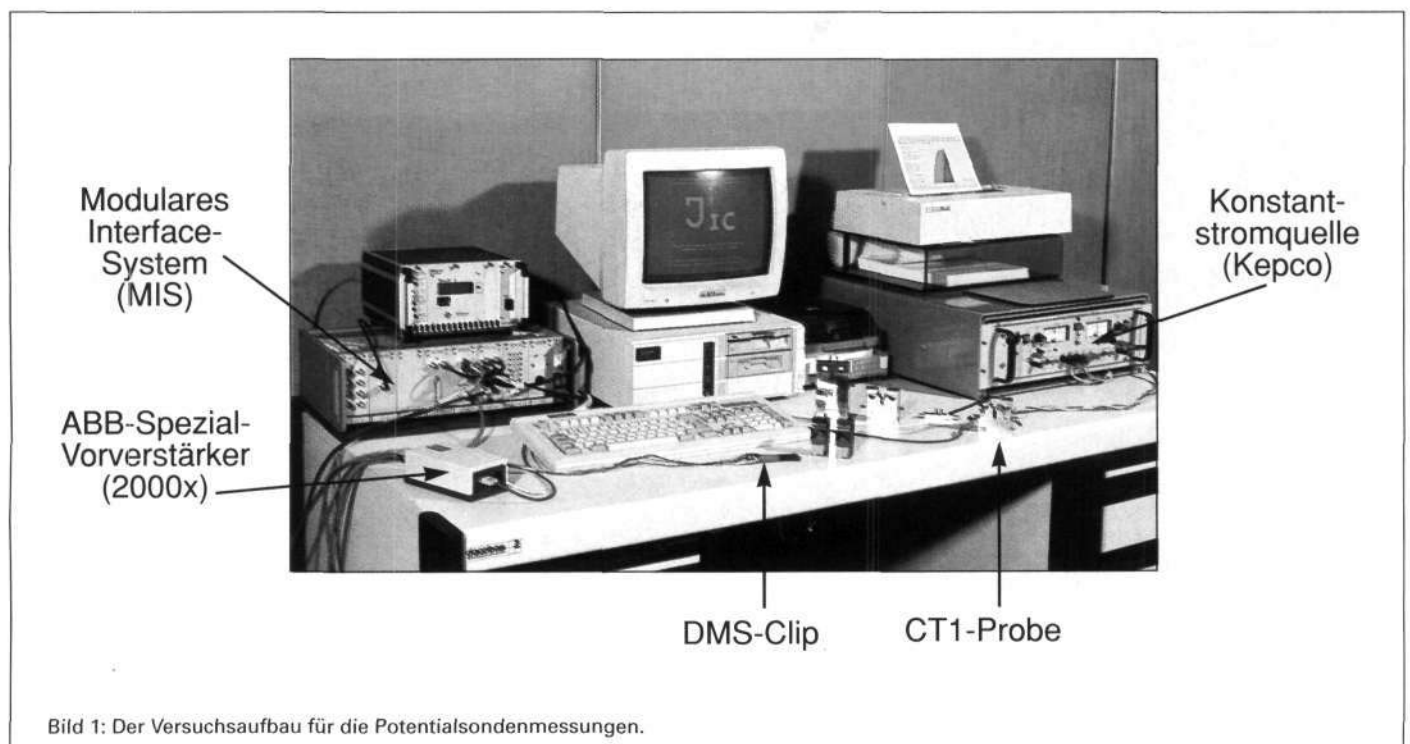

Bild 1: Der Versuchsaufbau für die Potentialsondenmessungen.
**Mit dem PC messen (Bild 1)**